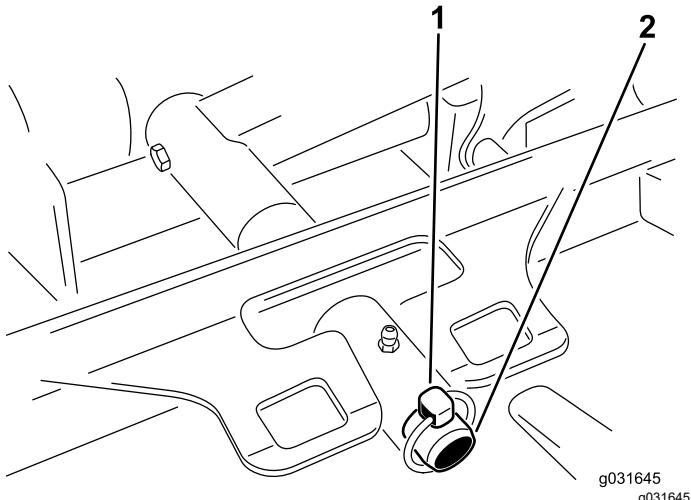

Figura 70
- Retire o pino de sujeição ou a porca de bloqueio que fixa estrutura de suporte da unidade de corte ao pino de articulação do braço de elevação (Figura 70).
- Deslize a estrutura de suporte da unidade de corte para o pino da articulação do braço de elevação e prenda-a com o pino de sujeição ou a porca de retenção (Figura 70).